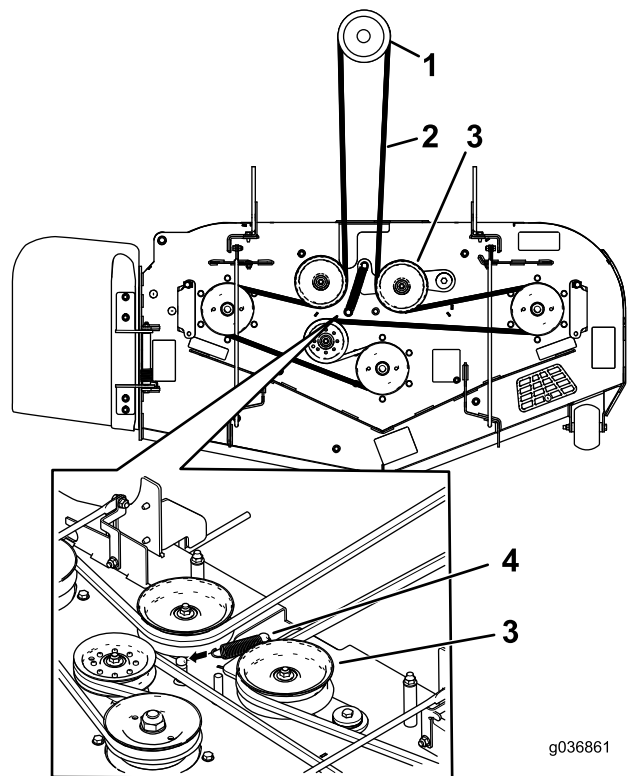

Рисунок 63
10. Проложите новый ремень вокруг шкивов газонокосилки и шкива муфты под двигателем (Рисунок 63).
11. Установите пружину натяжного шкива (Рисунок 63).